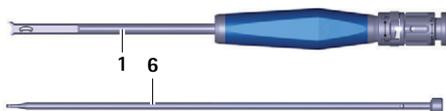

Fig. 12 Instrument d'insertion démonté
- ▶ Retirer la barre **6** du tube **1**, voir Fig. 12.
- ▶ Pousser la barre **6** dans le tube **1**, voir Fig. 12.